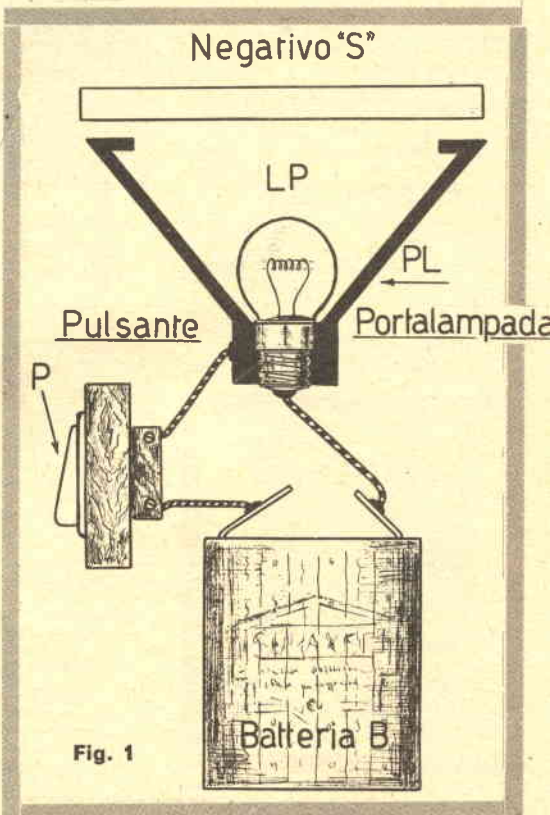

Fig. 1
La figura 4 riporta lo schema costruttivo di un «Graphonlux» realizzato aggiungendo il portanegativo ora esaminato (C) ad una batteria schiacciata (BS). Lo stesso interruttore P della batteria sostituisce il pulsante delle figure 1 e 5: il complesso risulta molto solido ed efficiente. In questa versione bisognerà fare attenzione ai seguenti punti:
- 2°) I due corpi (portanegativo e batteria) debbono essere saldamente uniti tra loro mediante nastro di materiale opaco, preferibilmente nero (MO).